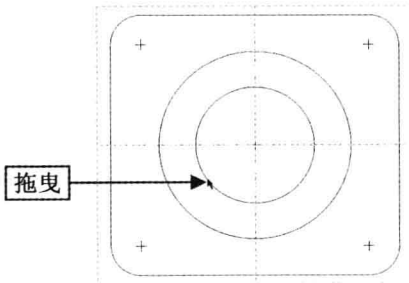

图 2-52 自动产生动态的同心圆
Step 03 在绘图区的圆上单击鼠标左键，确认圆心点，此时系统会自动产生一个动态的同心圆，如图 2-52 所示。